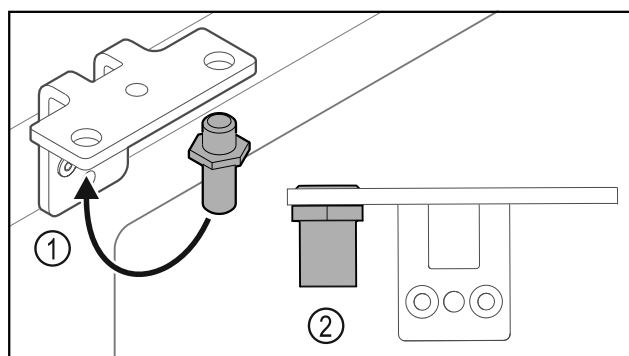

Fig. 33
- ▶ Perkelkite kaištį Fig. 33 (1) šarnyriniame kamputyje.
- ▶ Priveržkite kaištį Fig. 33 (2) 12 Nm sukimo momentu.